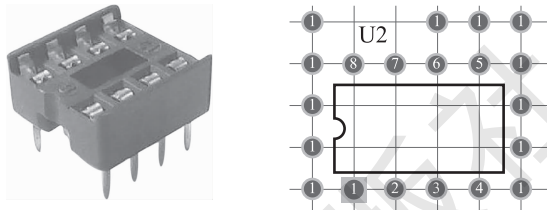

图 1-30 采用 DIP-8 封装安装指示图
(8) 如图 1-30 所示, 将 8 脚集成电路插座安装在万能板对应位置, 该焊盘间距为 100mil, 对应元器件封装名为 DIP-8。